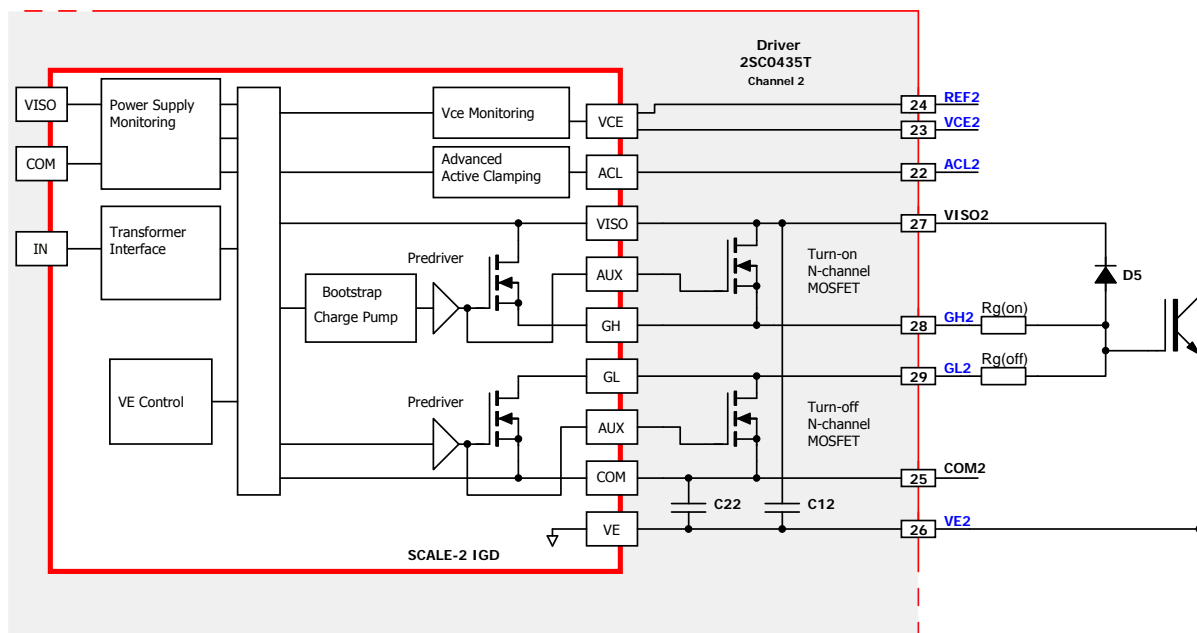

图21 轨到轨输出和门极钳位（2SC0435T示例）
CONCEPT SCALE-2驱动器使用N沟道输出级，如图21中所示。在功率半导体门极输入充电完成后，N沟道MOSFET上的电压降几乎为零。因此，SCALE-2驱动器具有轨到轨的输出功能。
轨到轨输出在驱动功率半导体时有多种优势。第一个优势是VIS0x电压可以被稳定在15V。使用肖特基二极管（图21中的D5），门极电压可被钳位在稳定的15V。这样可避免门极电压升高，从而降低IGBT短路电流 $I_{SC}$ 和能量，因为前者高度依赖于门极-发射极电压 $V_{GE}$ ：
在图21中使用D5后，电流 $I_g$ 将会向支撑电容 $C_{12}$ 和 $C_{22}$ 充电。 $C_{12}$ 和 $C_{22}$ 上的电压通常在低位。因此，功率半导体无法发生寄生导通。此功能也可用于STO（安全转矩工作）。
- 1) 将副边端子COMx和VEx连接在一起。这必须在驱动器电源关断的情况下执行，否则可能会损坏副边ASIC IGD。如有必要，可使用图21中的支撑电容C12。图21中的支撑电容C22不再需要，因为它们已经被短路。